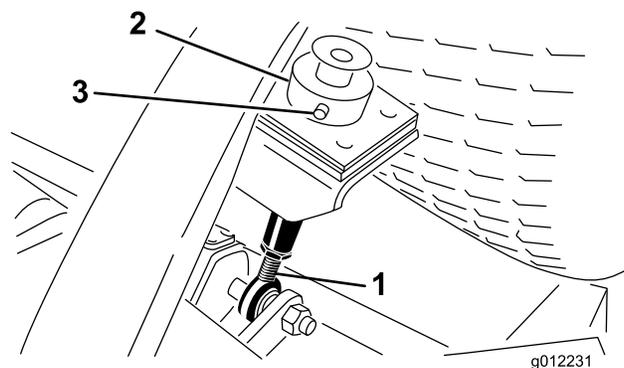

図 10
5. カッティングユニット後部で、刈高ロッドに刈高カラーを固定しているヘアピンとクレビスピンを外す (図 10)。